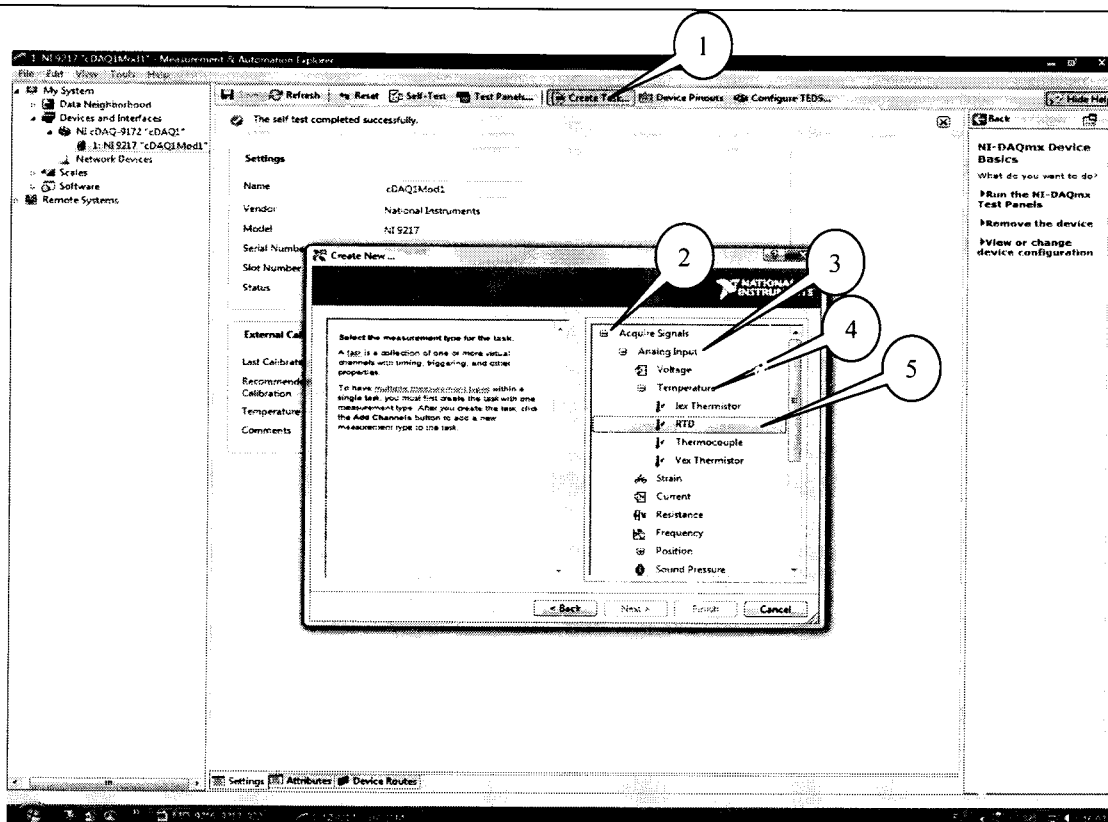

Рисунок 2.
7.3.1 В диалоговом окне программы «Measurement & Automation Explorer» (рисунок 2) нажать кнопку «Create Task» (1). В появившемся окне раскрыть меню «Acquire Signals» (2), далее раскрыть меню «Analog Input» (3) и в нем выбрать измеряемую величину «Temperature» (4), тип первичного преобразователя «RTD» (5).